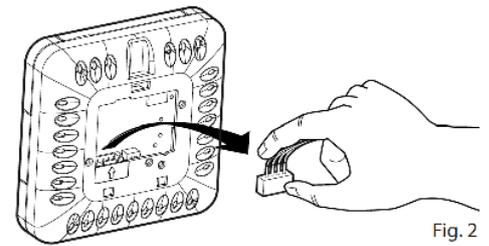

Fig. 2
2. Desconecte el conector de 4 clavijas de la parte frontal (Fig. 2).